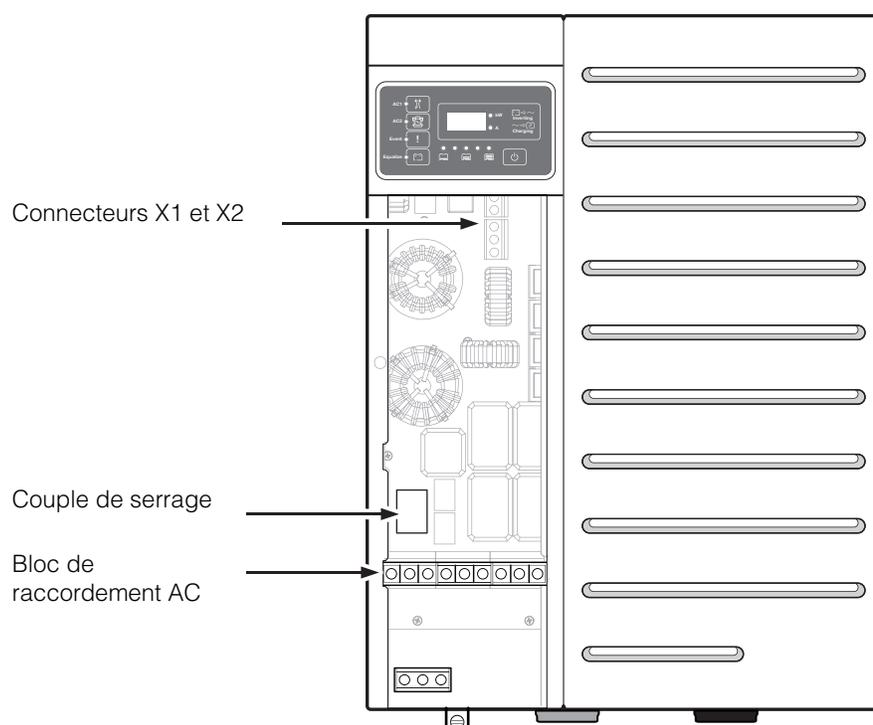

Figure C-3 Emplacements des raccords.
1. Localiser les connecteurs X1 et X2 (voir Figure C-3).
5. Serrer toutes les bornes à 35 in-lb (4,0 N-m) conformément au couple de serrage affiché sur la plaque d'informations AC. Voir Figure C-3 pour connaître l'emplacement de l'affichage du couple de serrage.
1. Localiser les connecteurs de charge, AC1 (réseau) et AC2 (gen) (voir Figure C-3 à la page C-7).
4. Serrer toutes les bornes conformément au couple de serrage affiché sur la plaque d'informations AC. Voir Figure C-3 à la page C-7 pour connaître l'emplacement de l'affichage du couple de serrage.